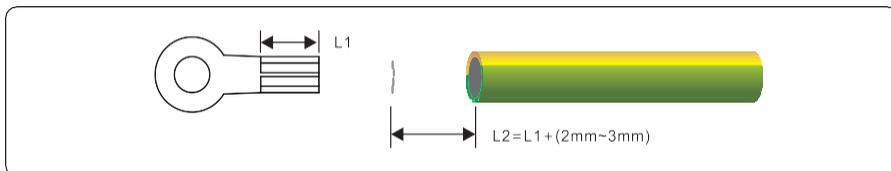

Figura 5.1 Comprimento decapado (unidade: mm)
Passo 1 Remova um comprimento adequado da camada de isolamento do cabo PGND usando um decapador de fios; o comprimento é um pouco maior do que a extremidade de crimpagem do terminal OT em 2 mm ~ 3 mm, conforme mostrado na Figura 5.1.